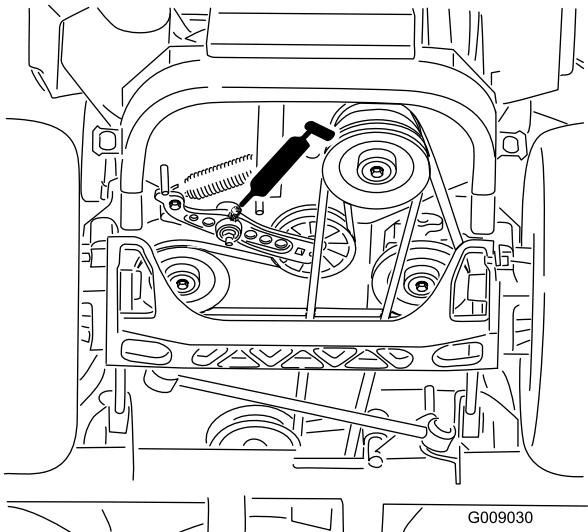

Figura 40
- Engrase el brazo tensor de la correa de transmisión (Figura 40).